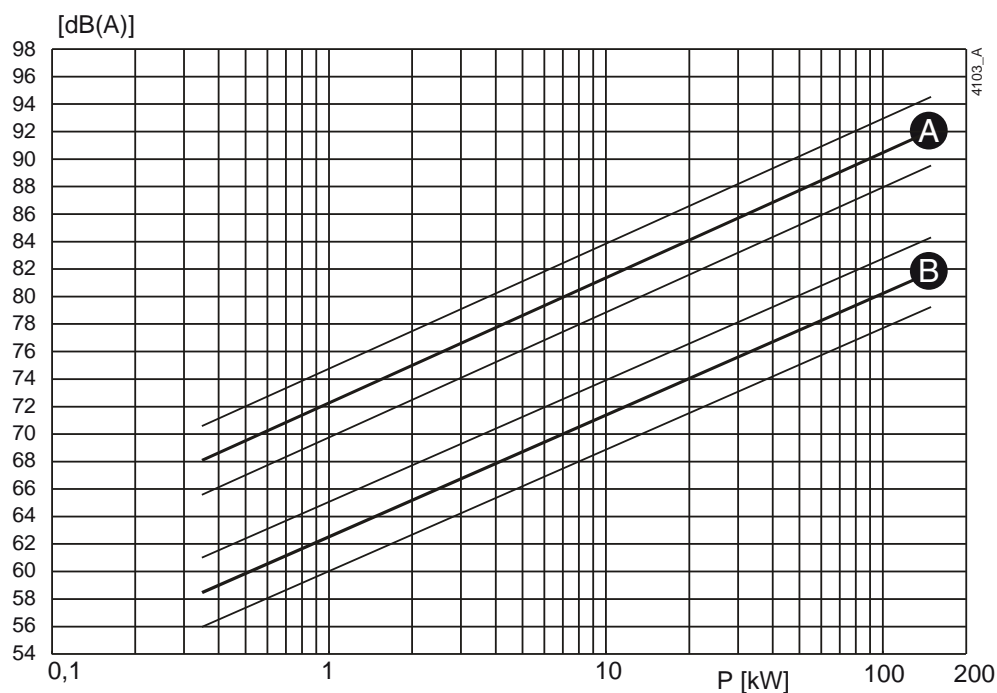
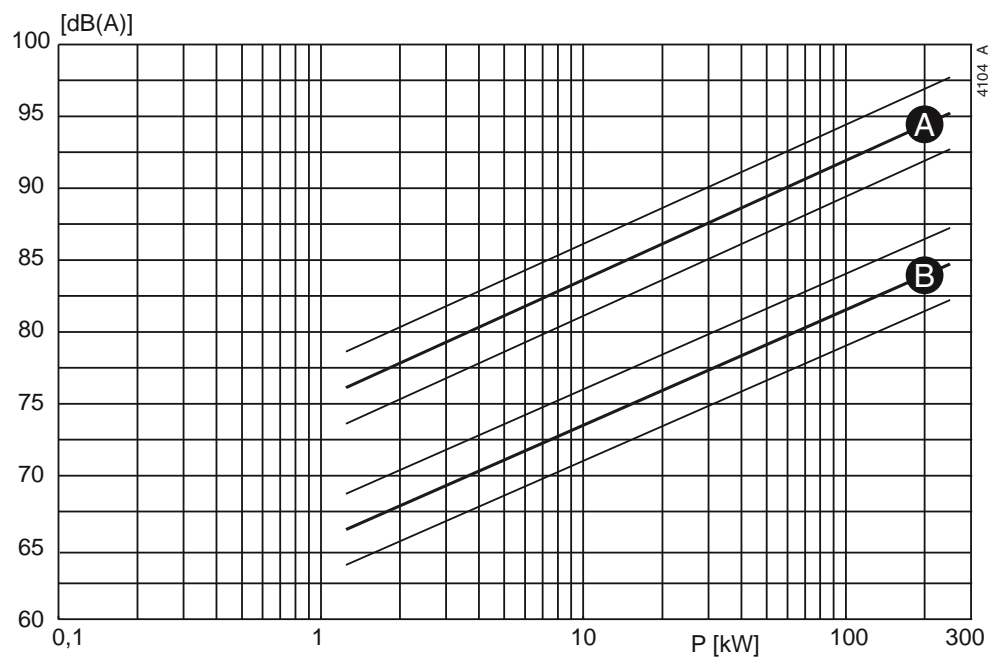

Figura 20: Livello di rumorosità in funzione della potenza [kW] a 1450 min^{-1}
Figura 21: Livello di rumorosità in funzione della potenza [kW] a 2900 min^{-1}
- 1 Determinare il livello di rumorosità (L_1) della pompa. Vedere la figura 20 o la figura 21.